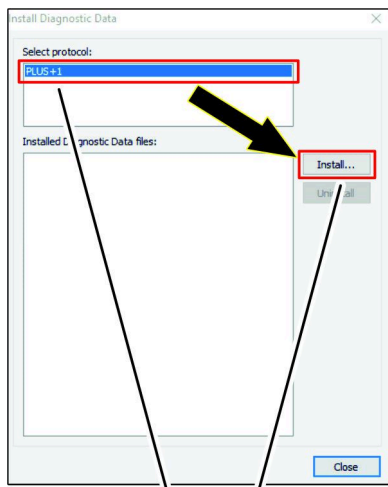

Figura 42
3. En el cuadro de diálogo Instalar datos diagnósticos, haga clic en el icono del protocolo PLUS+1, y pulse el icono INSTALAR (Figura 42).